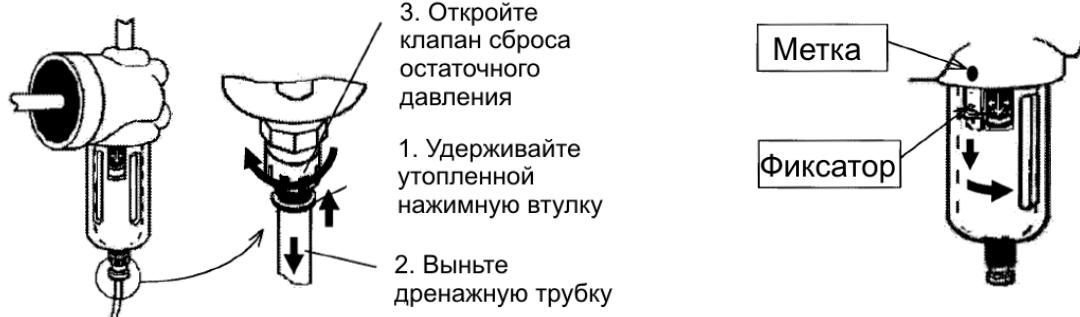

Рис. 2 Демонтаж фильтрующей сетки
9. Не сильно захватите рукой резервуар и большим пальцем сместите фиксатор вниз. Затем, поверните резервуар влево (или вправо) до совмещения меток и отделите резервуар, передвинув его по вертикали вниз (рис. 2).